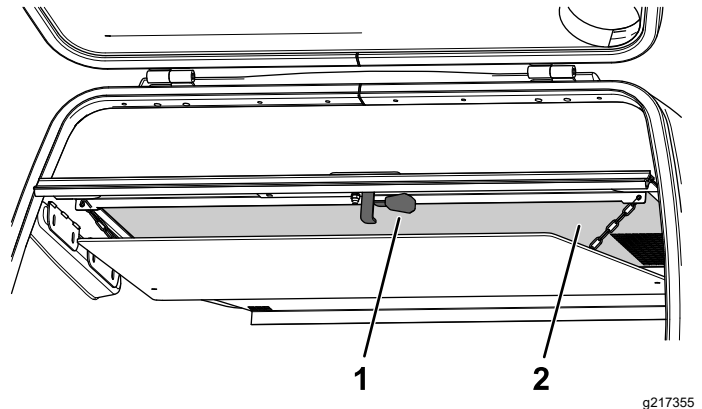

Bild 111
2. Ziehen Sie den Auslösehebel unten am Fangboxgitter nach unten (Bild 111).